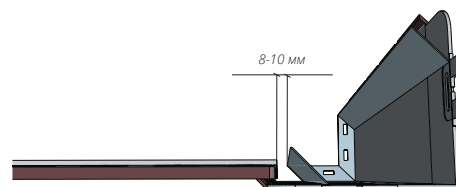

Рисунок 98
- 18.1** Фактурные углы можно монтировать до монтажа фасадных панелей, по окончании монтажа каждого ряда панелей, либо по окончании монтажа всей стены. Зазор между панелью и углом должен быть 8 - 10 мм (Рис. 98).